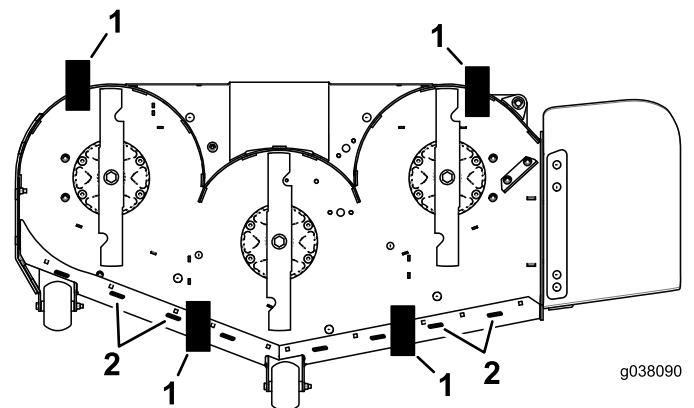

Figure 82
11. Placez une cale (voir le Tableau de hauteur de cale et d'inclinaison) sous le bord arrière de la jupe du plateau de coupe de chaque côté du plateau de coupe (Figure 82).